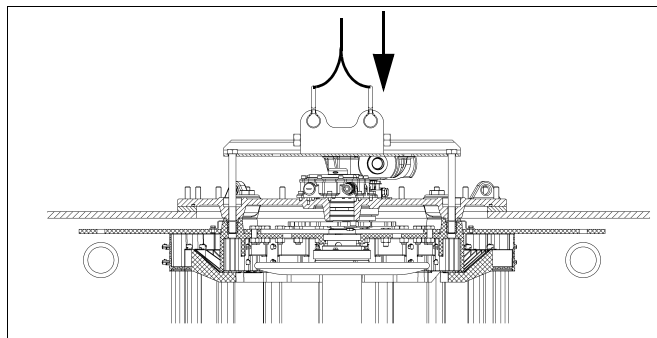

рис. 79
4) Удалите дистанционные распорки. Опустите устройство ПБВ на монтажный фланец. Демонтируйте подъемную траверсу (**рис. 79**).